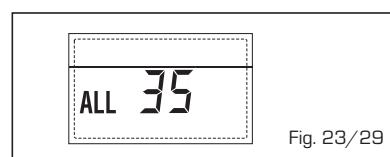

Fig. 23/29
- ANOMALIA CONFIGURAÇÃO INSTALAÇÃO TRÊS ZONAS "ALL 32" [fig. 23/26]